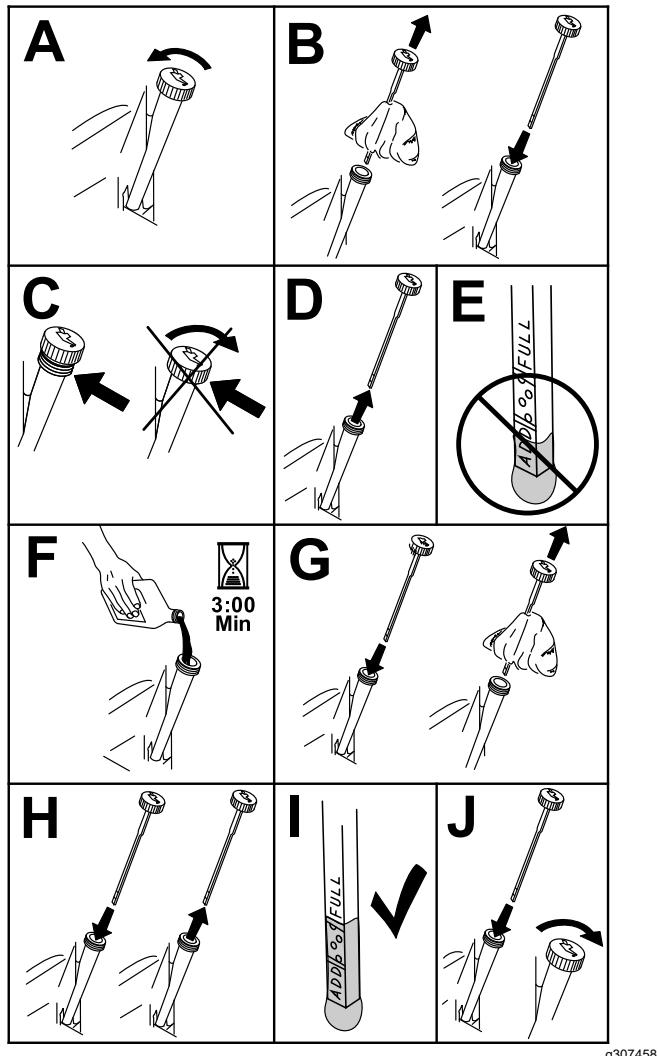

Figura 49
- Para que no entre suciedad, recortes de hierba, etc., en el motor, limpie la zona alrededor del tapón de llenado/varilla de aceite antes de retirarlo (Figura 49).